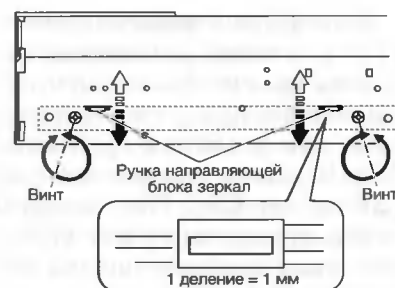

Рис. 13. Регулировка линейности изображения по горизонтали
1. Проведите регулировку, ручкой направляющей блока зеркал перемещая рейку держателя зеркал вверх или вниз по направлениям, указанным стрелками (см. рис. 13). Перед регулировкой ослабьте два винта.